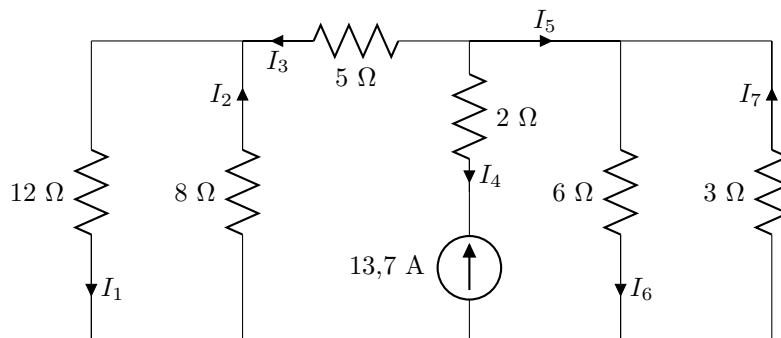

Figura 2.15: Circuito del problema 15.
15. Calcula todas las corrientes en el circuito de la figura 2.15.